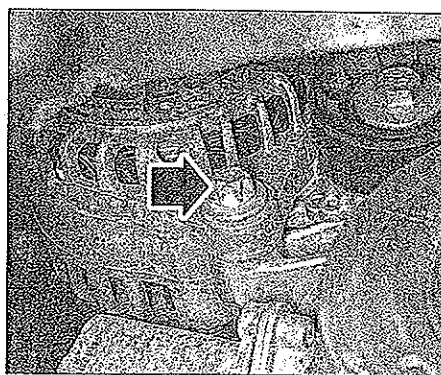

FIG. 9
- el tornillo inferior de fijación del alternador (fig. 9).